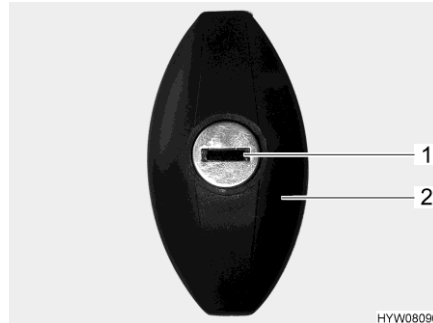

Fig. 20 Serratura dello sportello (ellittico, chiuso)
- Inserire la chiave nel cilindro della serratura (Fig. 20,1) e ruotare in senso antiorario di un mezzo giro. La maniglia della serratura (Fig. 20,2) scatta all'infuori.